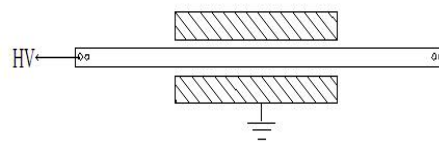

图 6-9 套管反接法
(2)：反接法、电压为 10KV、芯棒对末屏及地、接线见图 6-9